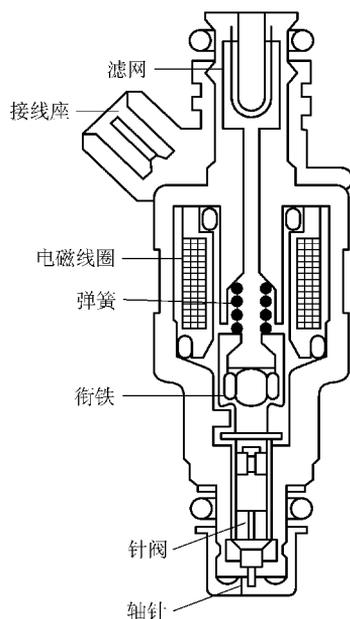

图 1-4 喷油器结构
(2) 是否有喷油器工作声 起动或工作时均可以用听力棒靠近喷油器（图 1-4）听其是否工作。如能听到工作声，说明喷油，则不能起动的故障在点火系统。
(3) 是否有火花塞工作声 在检测点火系统是否正常时，起动或工作中均可以用听力棒靠近火花塞，听其是否工作，如能听到工作声说明有火，点火系统基本正常，则不能起动的故障在燃油系统。